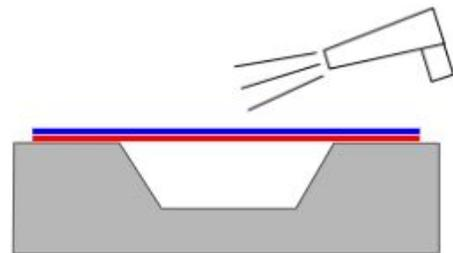

Fig.2
- 2) Riscaldare il materiale tra  $35^\circ\text{C}$  e  $50^\circ\text{C}$  per ammorbidire la pellicola, facilitando così il procedimento di posa. Fig.2